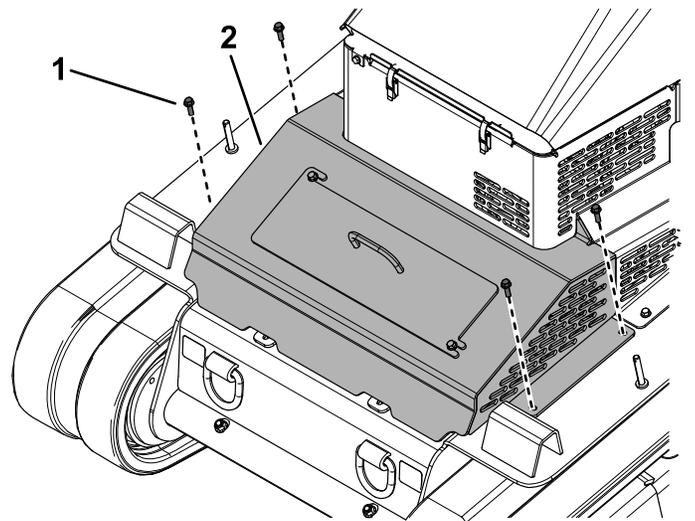

Figure 46
2. Retirez les 4 boulons qui fixent le couvercle à la machine (Figure 46).
1. Boulon (4)
3. Déposez l'ensemble couvercle (Figure 46).